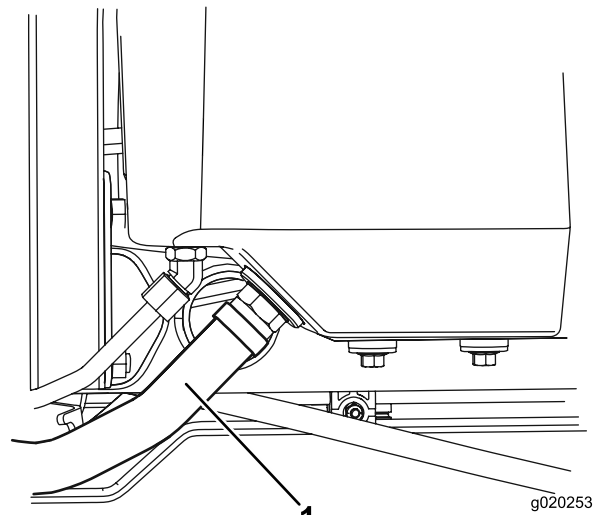

图 79
2. 断开大液压软管 (图 79) 与油箱的连接让液压油流入放油盘。